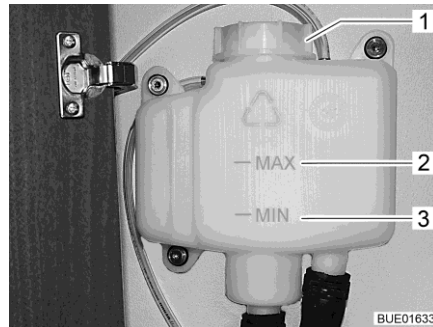

Bild 199 Ausgleichsbehälter ohne Blende
- Prüfen, ob am Ausgleichsbehälter (Bild 199) die Flüssigkeit zwischen der Markierung "MIN" (Bild 199,3) und "MAX" (Bild 199,2) steht.
- Am Ausgleichsbehälter den Drehverschluss (Bild 199,1) aufdrehen.